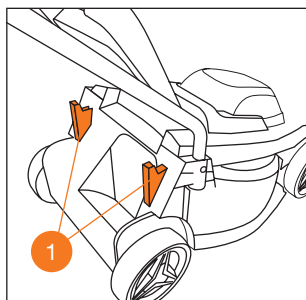

Рис. 10
- Установите травосборник на специальные кронштейны **1** на корпусе газонокосилки (Рис. 10).